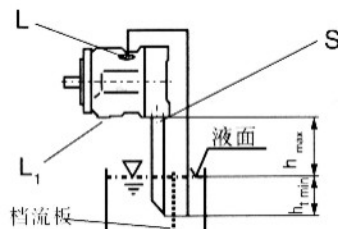

图4
- 当油箱的最低液面比泵的上端低时，“L₁”口堵，“L”口以及有可能“S”口的管道连接见接管见图4。情况如同1.2.1节。
- 如安装在油箱之上，请见图4。